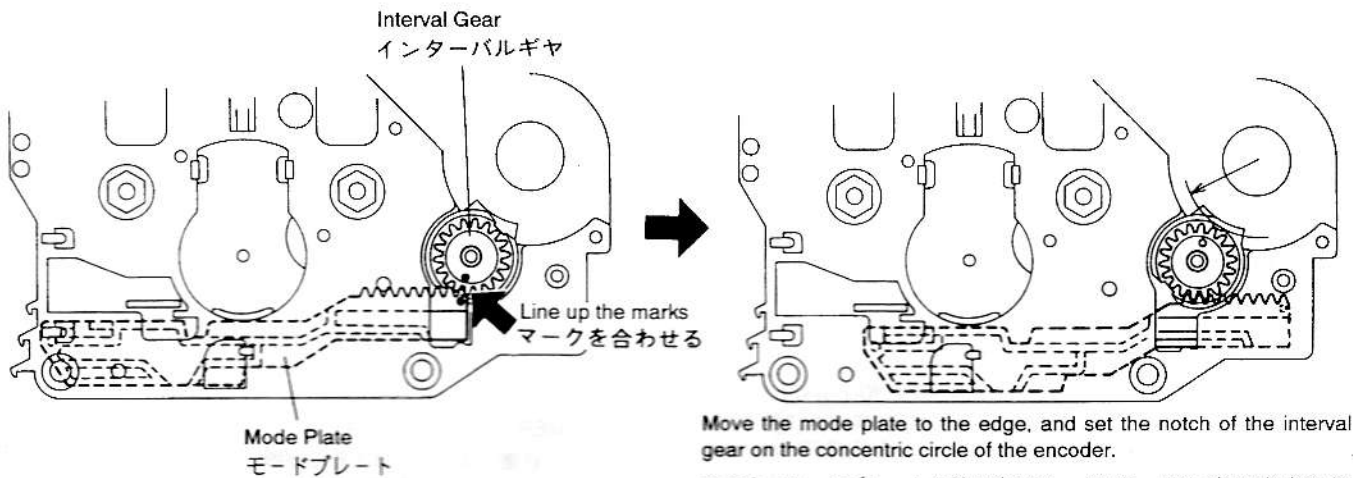

Fig. 3-11
- * When installing the reel base assembly on the chassis, set the mode plate to the left position when viewed from the back of the chassis. (Refer to Fig. 3-11)
- * リールベース Ass'y をシャーシに取付けるとき、モードプレートが一番右側に寄せておくこと。(図 3-11 参照)